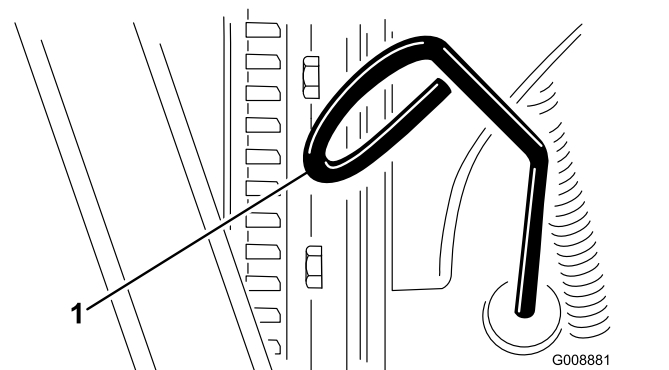

Bild 28
2. Nehmen Sie den Peilstab (Bild 28) heraus und wischen Sie ihn mit einem sauberen Lappen ab.